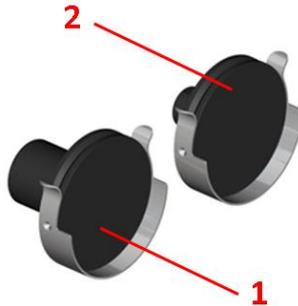
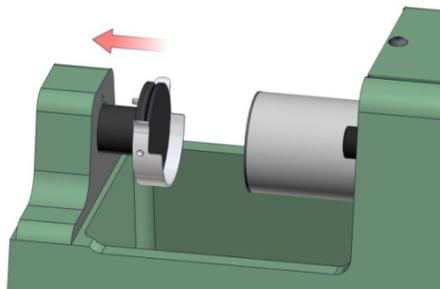

Figure 5.1.1
Figure 5.1.2
1. Die Universalsandfestigkeitsmaschine Modell PFG beinhaltet die erforderlichen Teile zur Messung der Druckfestigkeit des Formsandes. Die zur Durchführung dieses Tests notwendigen Teile sind in Abbildung 5.1.1 dargestellt.
2. Installieren Sie die beiden Druckfestigkeitsvorrichtungen. Richten Sie zunächst die beiden Stifte, die sich auf der Rückseite der Klemmen befinden, mit den Löchern auf dem Fuß und dem Hydraulikkolben der Universalsandfestigkeitsmaschine aus. Schieben Sie dann vorsichtig die 24 mm Vorrichtung (Pos. S1, Abbildung 5.1.1) und die 15 mm Vorrichtung (Pos. 2, Abbildung 5.1.1) jeweils in den Fuß und den Hydraulikkolben. Siehe Abbildung 5.1.2.